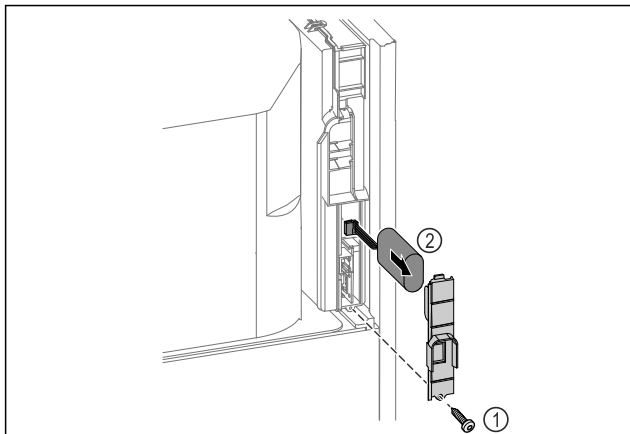

Fig. 219
- ▶ Wykręcić śrubę i usunąć osłonę z tyłu urządzenia Fig. 219 (1).
- ▶ Odczepić i wyjąć baterię Fig. 219 (2).